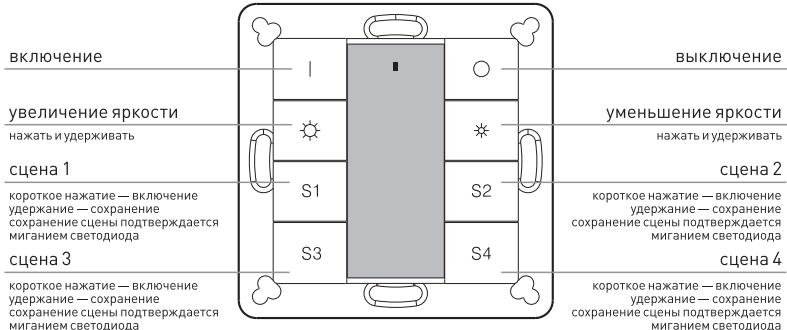

Рисунок 2. Назначение кнопок.
3.9. Проверьте работу панели [Рисунок 2].